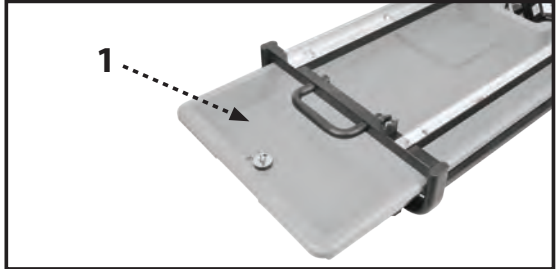

FIGURE 5
- (Voir la figure 5) Insérez le plateau de collecte d'eau (1) en le glissant dans le bâti comme illustré. Le bord du plateau doit reposer sur le dessus des rails gauche et droite du bâti principal. Utilisation d'un support fixe ou portatif.